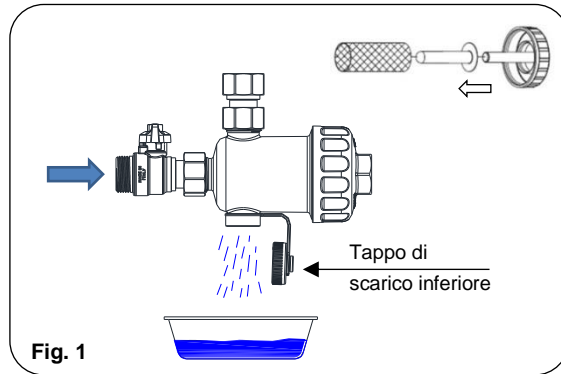
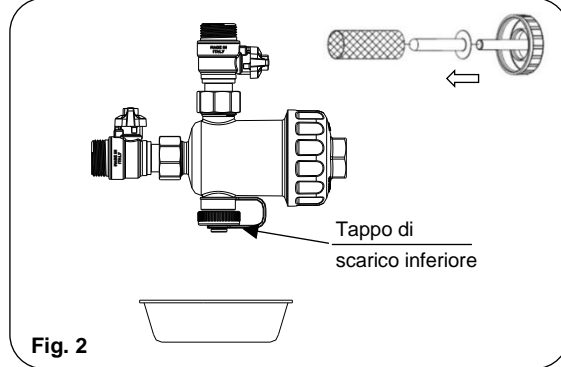
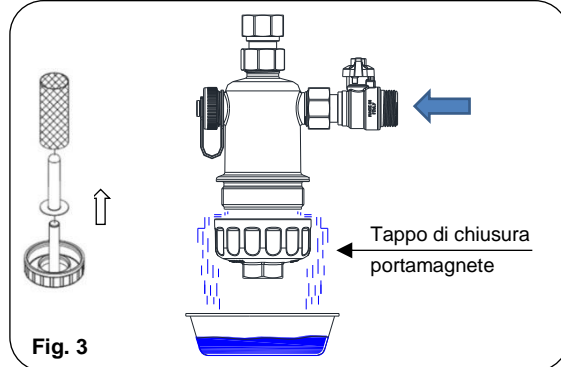
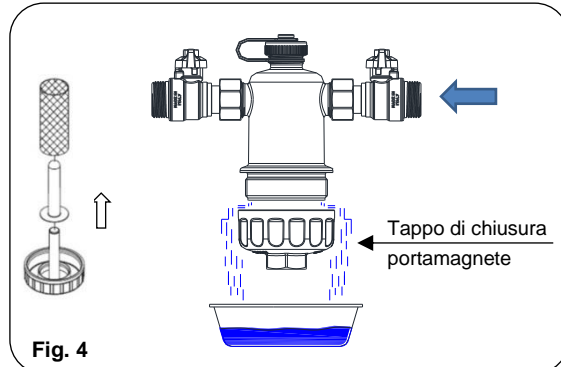

Fig. 1
Fig. 2
Fig. 3
Fig. 4
Svitare con attenzione il tappo di scarico inferiore. L'acqua comincerà gradualmente a defluire (**Fig. 1 / Fig. 2**).
Nel caso di installazione del filtro in verticale (**Fig. 3 e Fig. 4**), svitare direttamente il tappo portamagnete aiutandosi con una chiave da 29 mm. Assicurarsi che l'acqua venga raccolta in un contenitore di dimensioni adeguate.
N.B.: Nelle configurazioni di installazione mostrate in **Fig. 2 e Fig. 4**, intercettando entrambe le valvole a sfera e scaricando la pressione presente nel filtro mediante il tappo di scarico, è possibile rimuovere integralmente il filtro al fine di facilitare gli interventi di manutenzione.